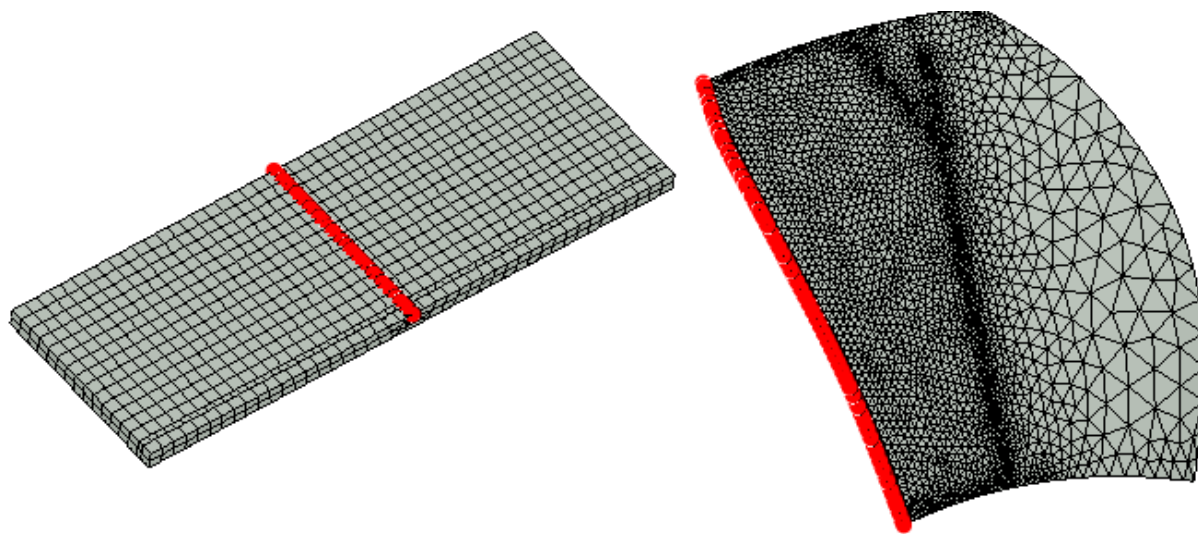

Рисунок 244 – Пример компоненты начальной линии для разных вариантов расчета.
- выбрать один из двух вариантов расчета, отличающихся способом создания начальной линии, от которой будут строиться линии тока (Рисунок 244):